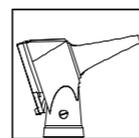

fig.3
3. Insérez l'otoscope sur lequel l'embout est monté dans le canal auriculaire du patient (**fig. 3**), puis examinez par la fenêtre d'observation qui grossit 3 fois ;